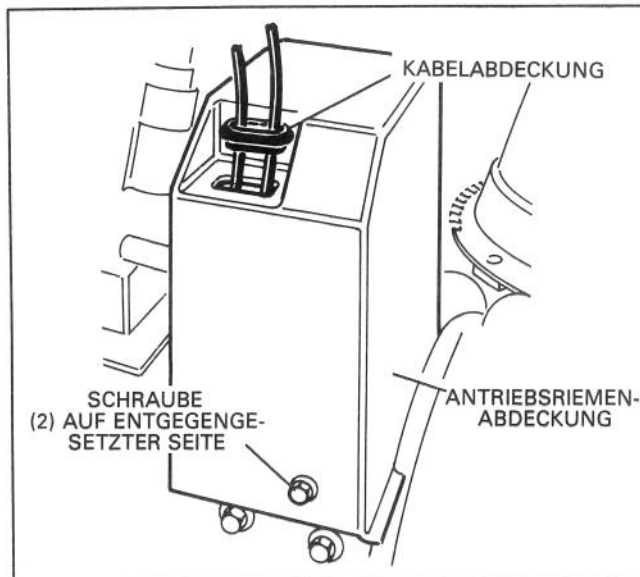

Abb. 10
17. Die drei gewindeförmigen Schrauben, mit denen die obere Treibriemenabdeckung am Motorsockel angebracht ist, entfernen und die Kabelabdeckung hochschieben (Abb. 10). Die Kabelabdeckung sorgfältig aufbewahren.